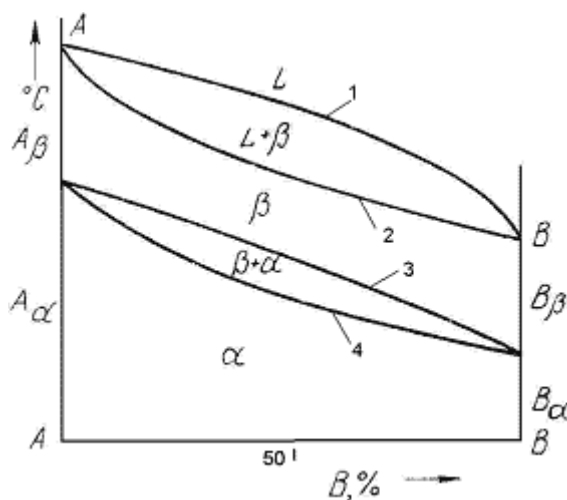

Рис. 5. Диаграмма состояния
*Диаграмма состояния* представляет собой графическое изображение состояния любого сплава изучаемой системы в зависимости от концентрации и температуры (рис. 5)